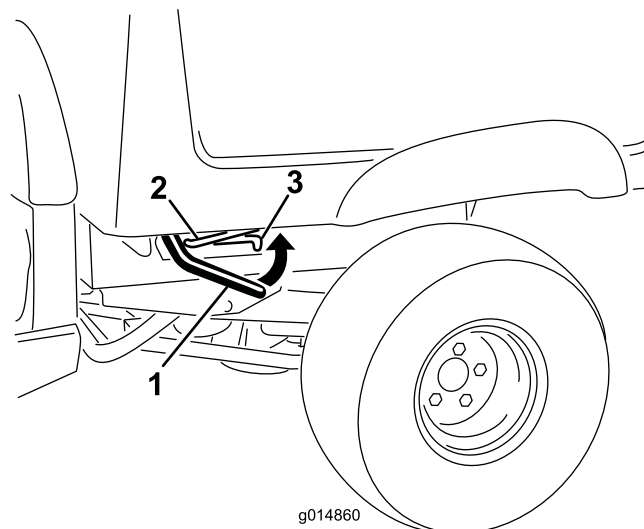

Figura 12
1. Com a alavanca de bloqueio em cada um dos lados, perto do canto dianteiro da caixa de carga, levante a caixa (Figura 12).
2. Fixe a caixa de carga puxando a barra de apoio para o bloqueio traseiro, na extremidade da ranhura que se encontra na estrutura esquerda da máquina (Figura 12).
1. Levante ligeiramente a caixa de carga levantando a alavanca de bloqueio (Figura 12).
2. Retire a barra de apoio da ranhura de bloqueio (Figura 12).
3. Baixe a caixa até prender em segurança (Figura 12).